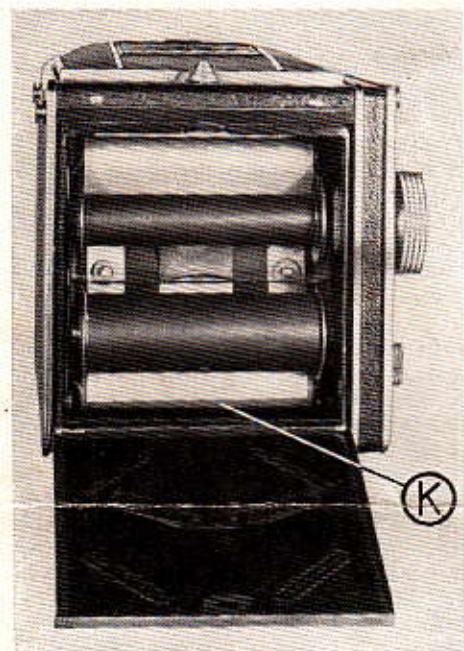

Abb. 5
wirklich transportiert wird. Läuft er einwandfrei, so drehe man so lange weiter, bis unter der »Geberspule« der Anklebstreifen der Filmbahn soeben sichtbar wird (der Pfeil »K« in Abb. 5 zeigt dies). Man stellt dann das Weiterdrehen sofort ein und drückt die Kamerarückwand (KR) wieder fest an das Gehäuse. Das jedoch nicht nur mit einem Finger und in der Mitte, sondern mit beiden Daumen an der oberen Kante der Kamerarückwand (Abb. 6). Dann erfolgt das Einschalten des Filmzählwerkes. Hierzu sind folgende Handgriffe erforderlich: Den Knopf (SF) mit Daumen und Zeigefinger nach links bis zum harten Anschlag drehen und dann den gleichen Knopf kräftig nach oben drücken. Im Filmnummernfenster (FF) erscheint eine Null.